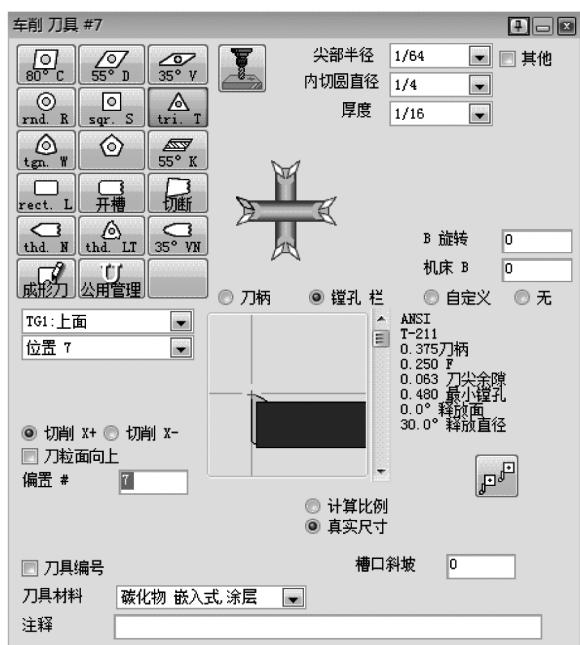

图 5-24 车削刀具#7
9) 创建车削刀具#7, 如图 5-24 所示。此刀具将对零件内径进行精加工。设置与车削刀具#6一样。